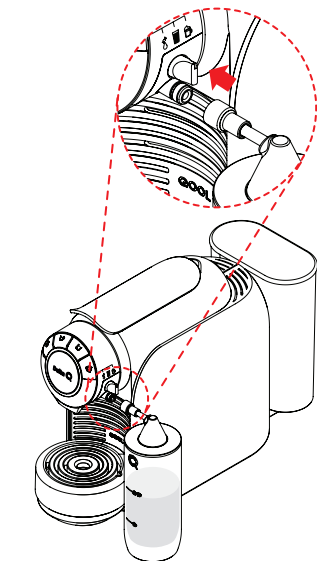

Fig. 20: Conectar o recipiente de leite ao sistema.
- Conecte o recipiente ao sistema (ver **Fig. 20**).